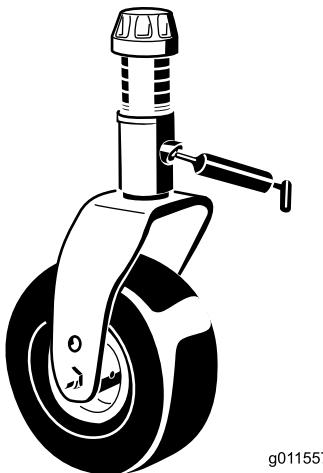

Figura 72
- Um casquilho de eixo da forquilha da roda giratória (Figura 72)